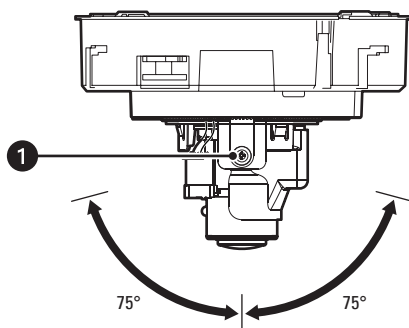

图 12. 调整垂直位置 (以日/夜模式为例)
- ① 标记
- ② 旋转云台锁定螺钉
- ③ 标记
- ④ 旋转云台
3. 旋转俯仰云台调整摄像机的垂直转动位置。(范围: $\pm 75^\circ$) (请参见图 12)